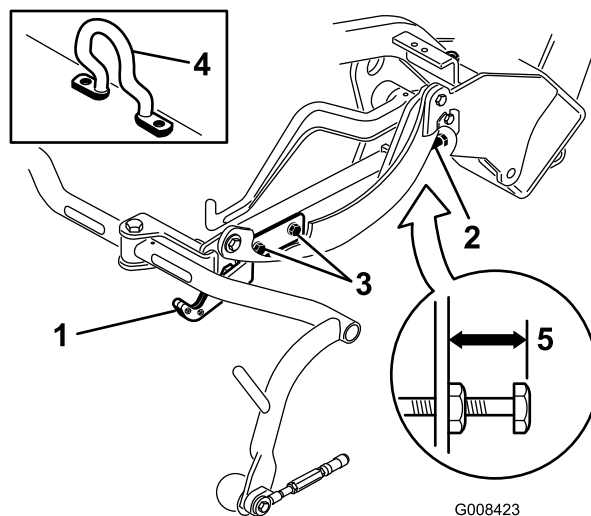
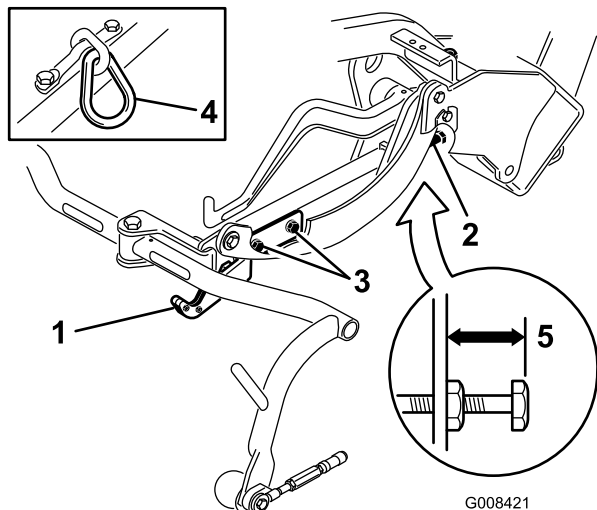
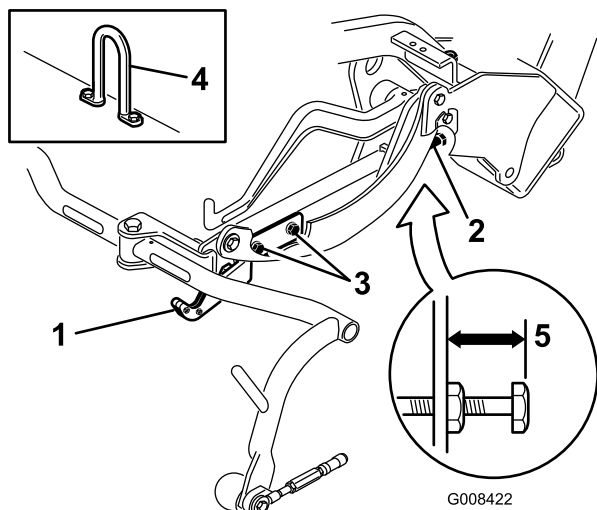

Figura 12
Figura 13
Figura 14
Verifique a altura de transporte (Figura 13 e Figura 14) e ajuste-a, se necessário.
2. Em unidades de corte equipadas com um elo de corrente ou um gancho de elevação desviado (Figura 12, em destaque) verifique se a distância a partir da parte superior do parafuso de ajuste da estrutura de suporte até à parte posterior da estrutura de suporte é de 25 mm. Se a distância não for de 25 mm, avance para o passo 4.
3. Em unidades de corte equipadas com um elo de corrente ou um cilindro de elevação recto (Figura 13 e Figura 14, em destaque) verifique se a distância a partir
da parte superior do parafuso de ajuste da estrutura de suporte até à parte posterior da estrutura de suporte é de 22 mm. Se a distância não for de 22 mm, passe ao passo 4. Se a unidade de corte estiver equipada com uma articulação de elevação desviada (Figura 12), avance para o passo seguinte.
- Desaperte os parafusos de montagem da placa de transporte (Figura 13, Figura 14 e Figura 12).
- Se as estruturas de suporte não estiverem à mesma altura, desaperte a porca de bloqueio no parafuso de ajuste da estrutura de suporte (Figura 12, Figura 13 e Figura 14). Rode o parafuso para fora para elevar e para dentro para descer. Aperte a porca de bloqueio depois de alcançar a altura adequada.